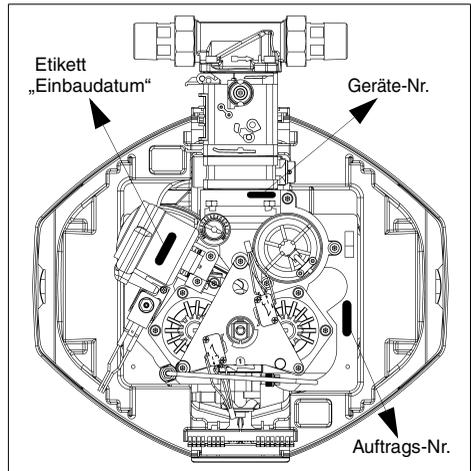

Abb. 9: Geräte- und Auftrags-Nr. sowie Etikett „Einbaudatum“
- Das Einbaudatum auf dem Etikett eintragen (siehe Abb. 9).